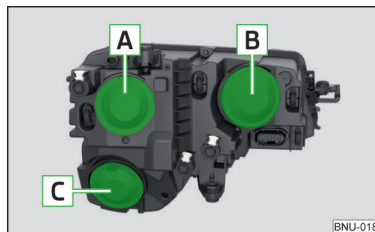

Fig. 337
- › Scoateți capacul **A**, resp. **B** » fig. 337 la pagina 300.
- › Scoateți capacul de protecție **B** » fig. 337 la pagina 300.
- › Așezați capacul de protecție **B** » fig. 337 la pagina 300.
- Scoateți capacul de protecție **C** » fig. 337 la pagina 300.
Introduceți capacul de protecție **C** » fig. 337 la pagina 300.